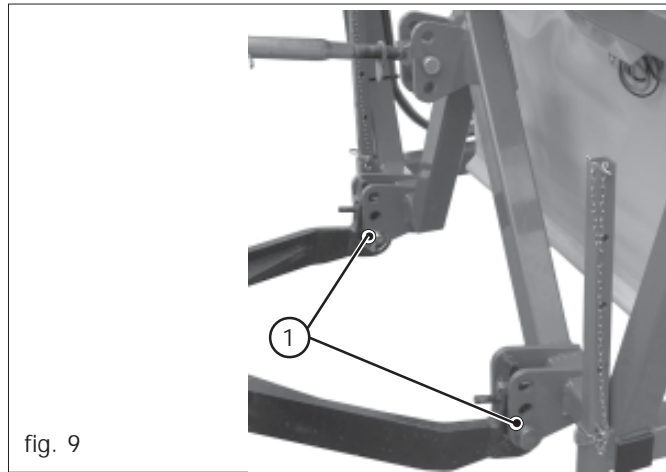

fig. 9
- 1) Enganchar las barras del elevador en los pernos predispuestos (1 Fig. 9). Bloquear con el pasador de muelle.